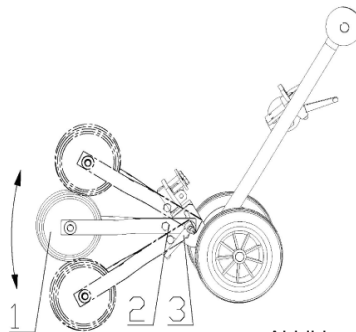

Abbildung 12
2) Ausrichtung des Stützrades (Abbildung 12)